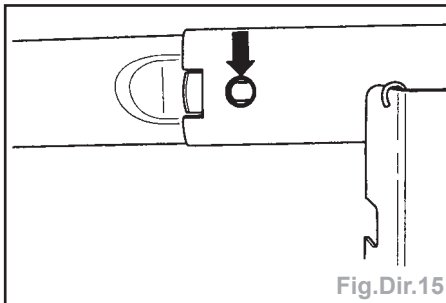

Fig.Dir.15
- Séparer le corps de la serrure (2) du tuyau enveloppant dans le sens indiqué par la flèche.
- Débloquer le ressort de sûreté (flèche) et séparer les deux parties du tuyau enveloppant (Fig.Dir.15).
- Placer le ressort de sûreté dans la partie inférieure du tuyau enveloppant et emboîter les deux parties (Fig.Dir.15).